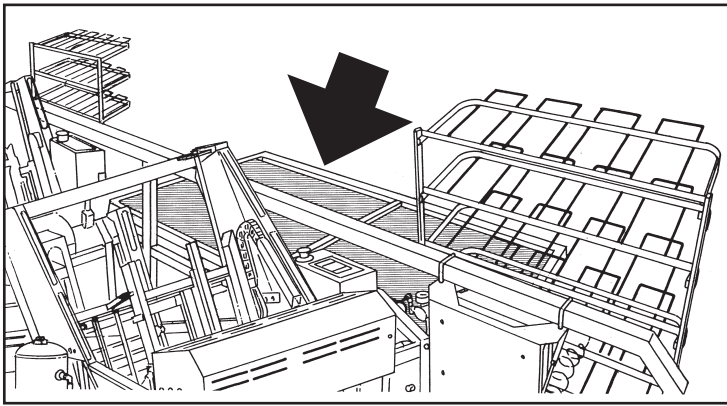

Fig. 4
- Pianale parziale posteriore APRI/CHIUDI con portapannelli laterali fissi (Fig. 4).
- Rear partial OPEN/CLOSE platform with fixed side panels (Fig. 4).
- Plate-forme partielle arrière OUVRIR/FERMER avec porte-panneaux latéraux fixes (Fig. 4).
- Tarima parcial posterior ABRIR/CERRAR con portapaneles laterales fijos (Fig. 4).